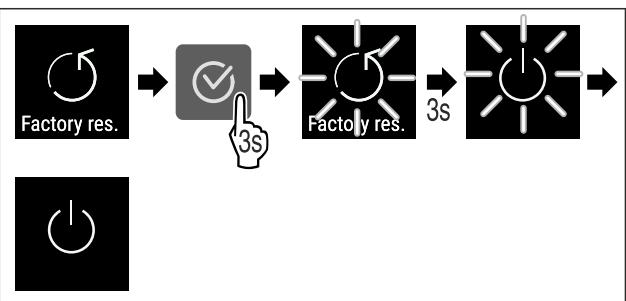

Fig. 102
- ▶ Kryeni hapat e veprimit (shihni Fig. 102) .